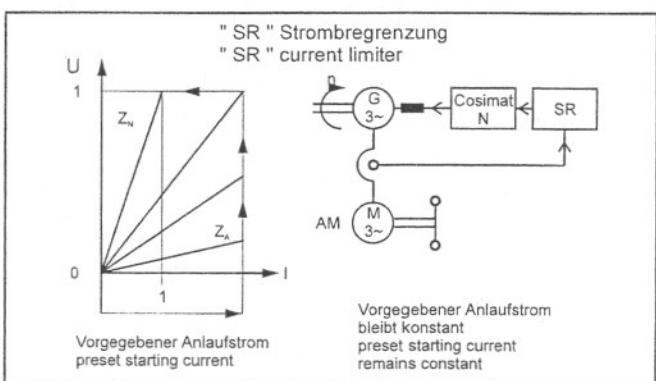

Рис.20 – Дополнительный блок SR2
**(Рис.20 Дополнительный блок SR2)**